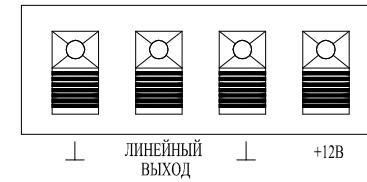

Рис.1
- подключить питание (см. рис. 1) к соответствующим клеммам оповещателя (красная «+», черная «-»);